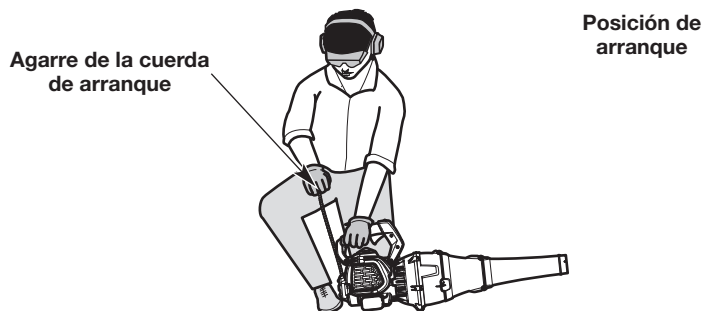

Fig. 8
**ADVERTENCIA:** Evite arrancar la unidad por accidente. A fin de evitar lesiones graves, el operador y la unidad deben estar en una posición estable al tirar de la cuerda de arranque (Fig. 8).
4. Agáchese en la posición de arranque (Fig. 8).